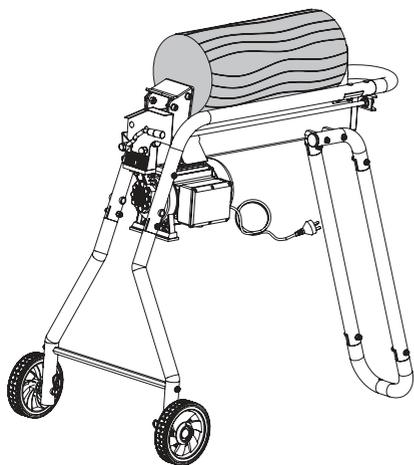

Рис. 8 Правильное положение бревна при расколе
5. Во время работы следите за тем, чтобы бревно ровно лежало на рабочей плите древокола (Рис. 8).